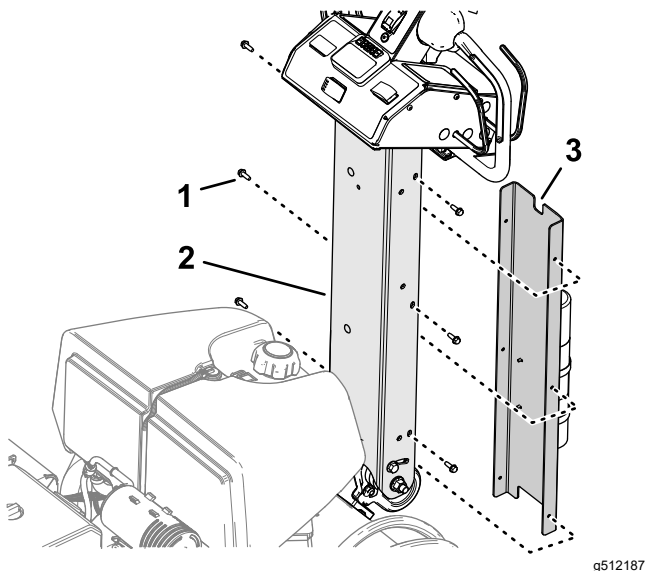

Figura 12
- Orienta la muesca pequeña de la cubierta del manillar hacia arriba (Figura 12).